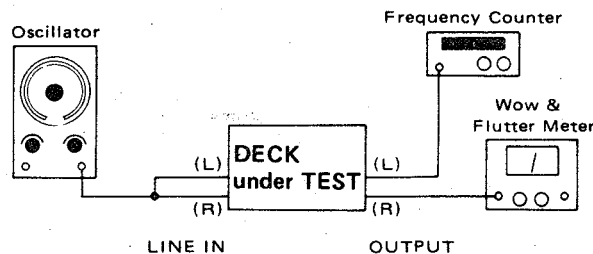

Fig. 4-1
1. Connect a wow-and-flutter meter to the deck as shown in Fig. 4-1.
1. Connect a frequency counter to the deck as shown in Fig. 4-1.
1. 図4-1のようにワウ・フラッター・メータを接続し、
1. 図4-1のように周波数カウンタを接続する。